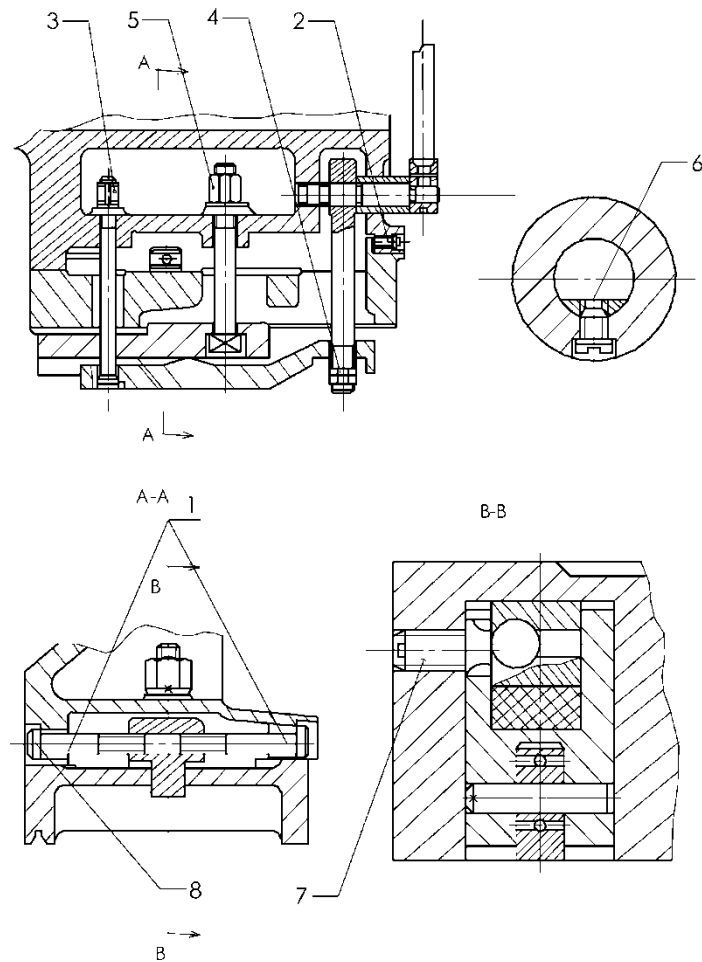

Рис. 11-6. Схема регулировки задней бабки
Стопор (6), закрепленный в коническом отверстии задней бабки, предназначен для предотвращения вращения удерживаемого инструмента. Задняя бабка может перемещаться поперечно по однонаправленным каналам. Поперечная регулировка производится винтом (1). Перед регулировкой обязательно открутите заднюю бабку и ослабьте винт (2). После завершения регулировки снова затяните винт (2). При сбросе задней бабки убедитесь, что фланцы (8) выровнены. См. рис. 11-6.